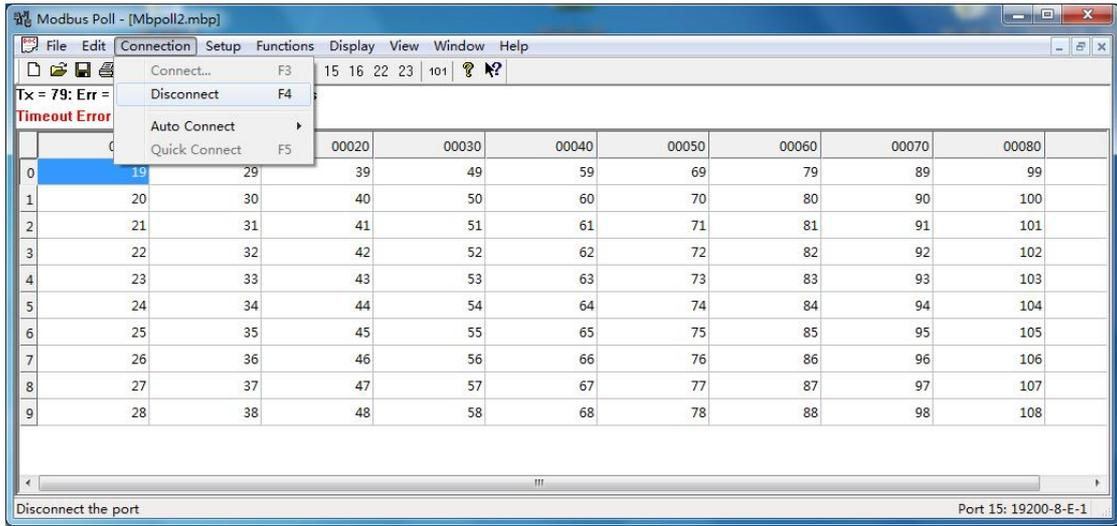

图 4.5.6.1 断开连接
4.5.6 虚拟串口状态正常，则尝试断开通讯软件再重新连接。断开的操作如图 4.5.6.1 所示，点击“Disconnect”即可。之后再次执行步骤 4.5.2—4.5.4。如果通讯还是不正常，则以以太网有问题，测试不通过。